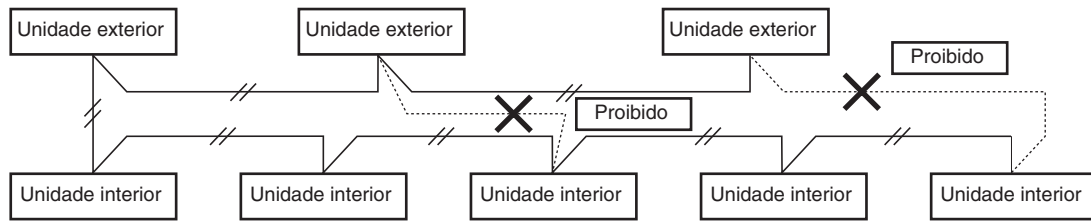

Fig. 4-3
- (1) Quando ligar as unidades exteriores numa rede, desligue o terminal estendido da ficha de curto-circuito de todas as unidades exteriores, com excepção de uma das unidades exteriores. (Ao sair da fábrica: em curto-circuito.) Para um sistema sem ligação (link) (sem fios de ligação entre unidades exteriores), não retire a ficha de curto-circuito.
- (2) Não realize a instalação eléctrica de controlo entre unidades de maneira que forme um laço. (Fig. 4-3)